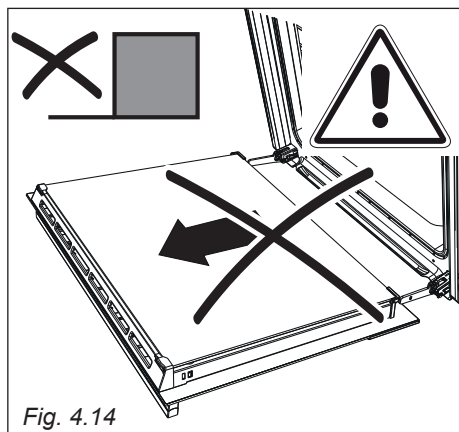

Fig. 4.14
**⚠ Non eseguire mai questa operazione con la porta completamente aperta (fig. 4.14). Le cerniere potrebbero sganciarsi e chiudersi inaspettatamente con il rischio di lesioni.**